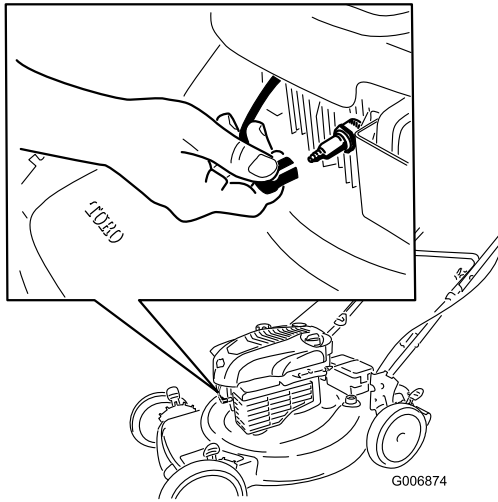

Bild 23
2. Schließen Sie den Zündkerzenstecker von der Zündkerze ab und haken Sie ihn am Haltepfosten ein (Bild 23), bevor Sie Wartungsaufgaben ausführen.